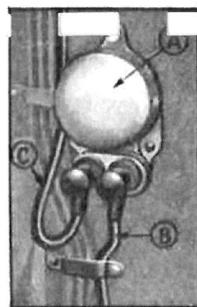

Fig. 361.
- 2—Débrancher le câble à remplacer du joncteur-disjoncteur (b) et de la dynamo (fig. 361).